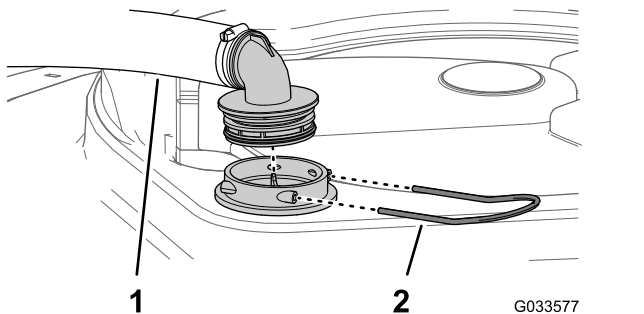

图 95
2. 在打药机药缸的顶部拆下固定从过滤器外壳连接至大软管的软管接头的卡环图95。
3. 从过滤器外壳上拆下软管和软管接头图95。